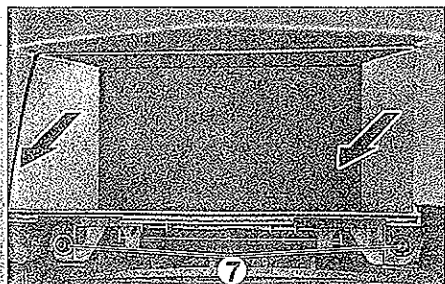

FIG. 28
- los dos tornillos de fijación (7) de la pantalla de indicación multimedia (fig. 28).